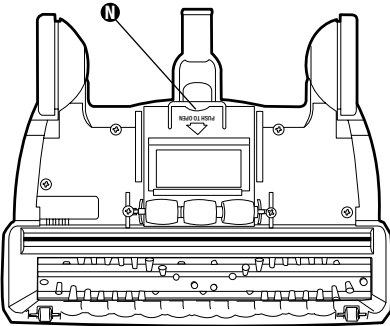

FIG. 9
Step 4: Flip vacuum over and inspect dirt channel in brushroll area. Open access door by pulling back on access door latch **N** and lifting up (Fig. 9), check for blockage. Remove any blockages with tool or coat hanger. Close access door.
Paso 4: Invierta la aspiradora e inspeccione el canal de polvo en el área del cepillo giratorio. Abra la puerta de acceso jalando la traba de la puerta **N** hacia atrás y levántala para (Fig. 9) verificar que no haya obstrucciones. Retire las obstrucciones con una herramienta o una percha. FIG. 9
4 Étape: Retournez l'aspirateur sens dessus dessous et inspectez la canalisation de poussière du rouleau brosse. Ouvrez la porte en tirant sur son verrou **N** vers le haut (Fig. 9) et vérifiez la présence de toute obstruction. À l'aide d'un cintre ou autre outil, dégagez et retirez tout obstacle présent et refermez la porte d'accès..